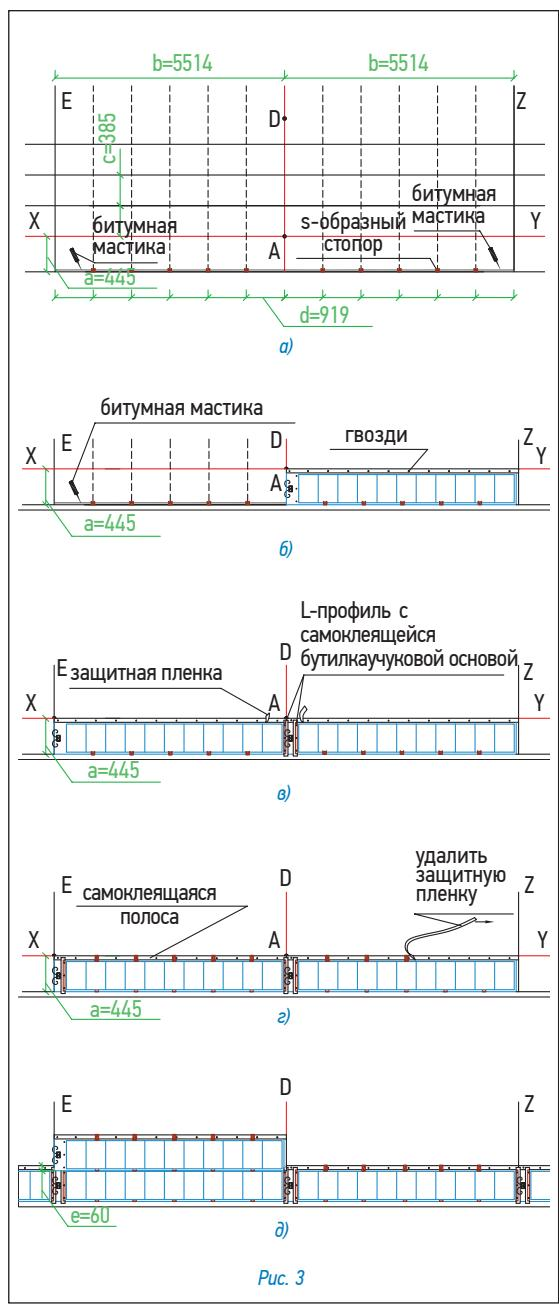

Рис. 3
Внимание: 1. Необходимо также подрезать верхний уголок обрезанного края листа (рис. 3а) для правильного стока воды;
2. Крепление обрезанного листа черепицы к материалу «Старт Коппо» осуществляется при помощи сплошной полосы битумной мастики (рис. 3б);
Укладка ТЕГОСОЛАР (рис. 3)
- Вдоль линии карниза установите кляммеры-стопоры с шагом 91,9 см согласно разметке (рис. 3а);
- далее в кляммеры-стопоры аккуратно вставьте панели и зафиксируйте их по нижнему краю битумной мастики, по верхнему – гвоздями с шагом 25 см через специально отведенные отверстия (рис. 3б);
- далее для обеспечения герметичности соединения панелей установите L-профиль, имеющий самоклеящуюся бутилкаучуковую основу (рис. 3в); L-профиль закрепите гвоздями через предусмотренные в нем отверстия;
- перед укладкой второго ряда черепицы снимите защитную пленку с верхней части уложенной черепицы первого ряда (рис. 3г);
- по верхнему краю уже уложенного первого ряда панелей установите кляммеры-стопоры с шагом 91,9 см согласно разметке (рис. 3г) и закрепите гвоздями через специально предусмотренные в них отверстия;
- следующую панель аккуратно вставьте в кляммеры-стопоры таким образом, чтобы нахлест на ранее установленные панели первого ряда составлял 6 см и она частично перекрывала уже установленные L-профили (рис. 3д);
- закрепите панели при помощи гвоздей с шагом 25 см через специально отведенные отверстия (рис. 3д);
Гвозди, которыми была закреплена основная черепица, должны быть закрыты, поэтому укладка панелей в этом случае начинается ниже линии крепления черепицы. Уровень этой линии для некоторых моделей черепицы TEGOLA приведен на *рис. 4*. Далее разметку и укладку панелей следует выполнять согласно *рис. 2* и *рис. 3*.